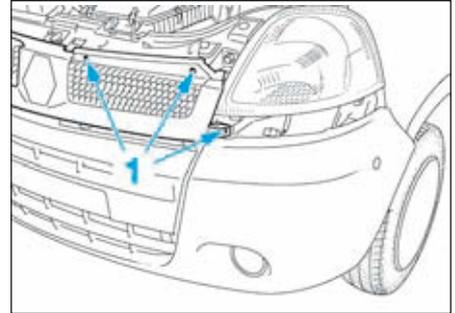

FIG.130
- Déposer les six vis de fixation (1) (Fig.130) de la calandre puis la récupérer.